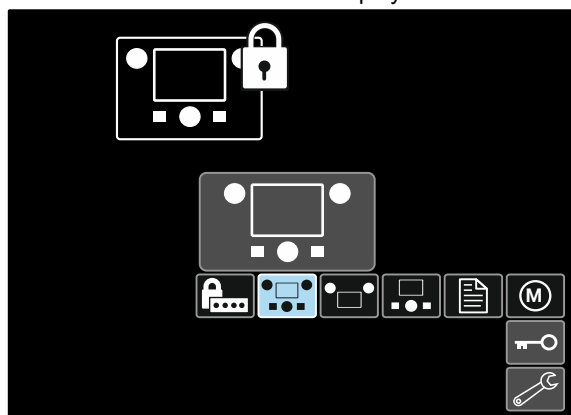

Figura 44
- Utilizzare il Comando di impostazione [11] per evidenziare l'elemento che verrà bloccato, ad esempio Tutti i componenti dell'interfaccia – vedere la Figura 44.